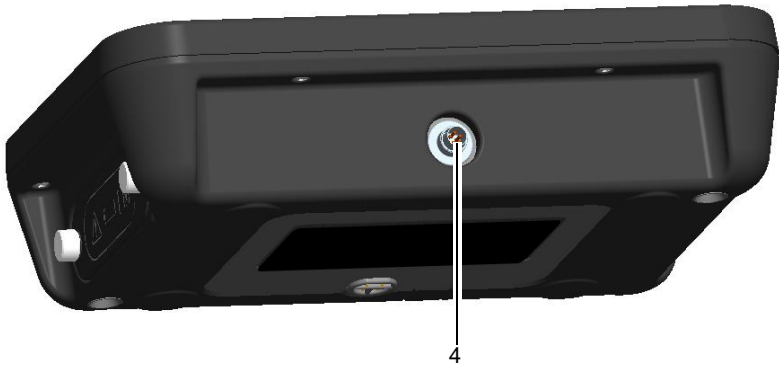

Figura 3: Conector de cable umbilical de la pantalla ADTS Touch
- Conectando el conector de la pantalla ADTS Touch (4) (consulte la Figura 3) al ADTS con el cable umbilical.